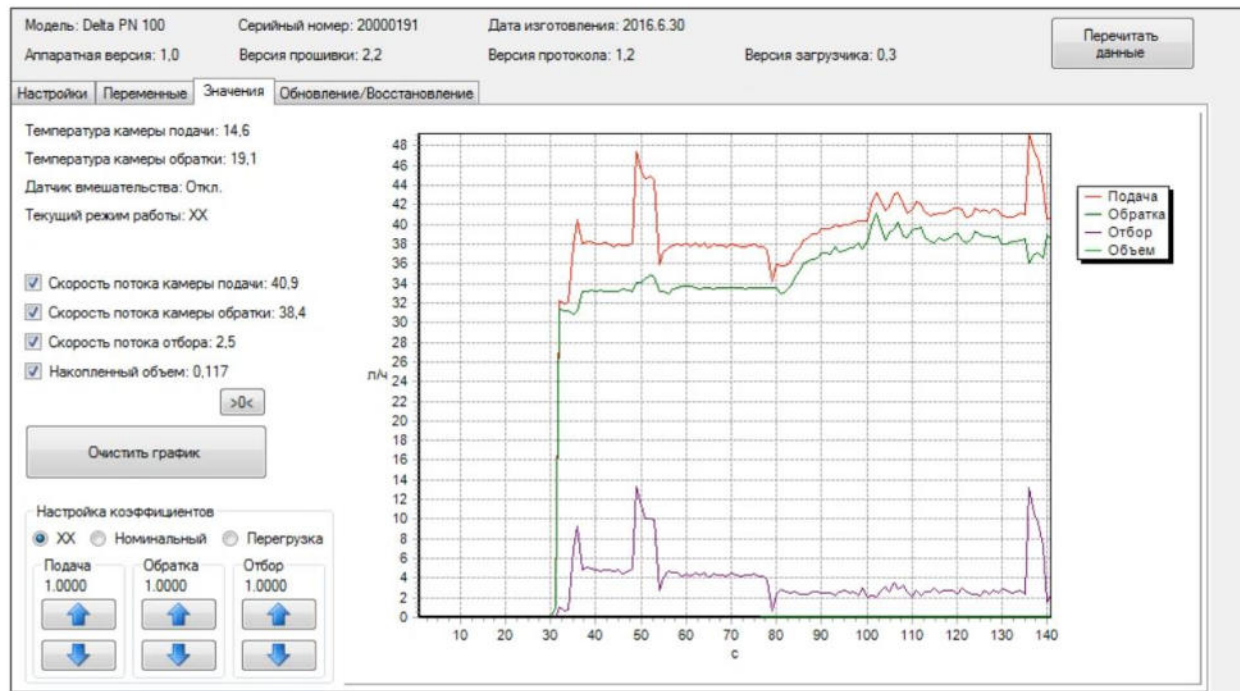

рис. 6.1. Вкладка «Значения»
- Вкладка **«Значения»** предназначена для диагностики работы счетчика. На ней отображаются текущие значения мгновенного расхода топлива в измерительных камерах счетчика как в виде цифровых значений, так и на временной шкале (рис. 6.1).